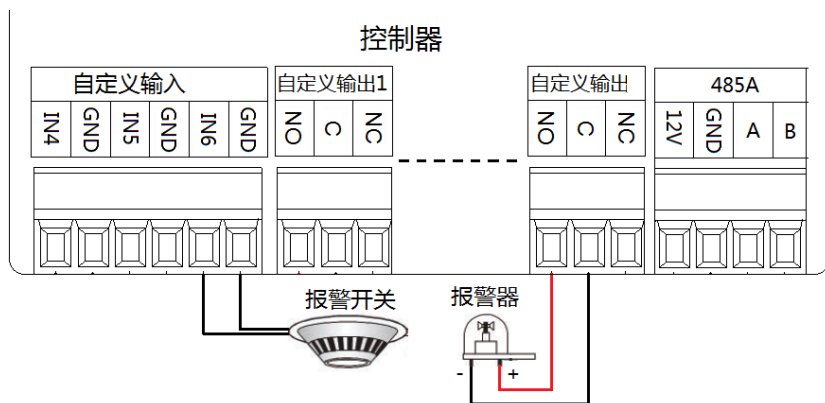

图 9：报警开关、报警灯参考接线示意图，有源输出模式
3. 断电上锁的，如阴极锁，C 端接电源的正极，NO 端接锁的正极，如图 9 所示：